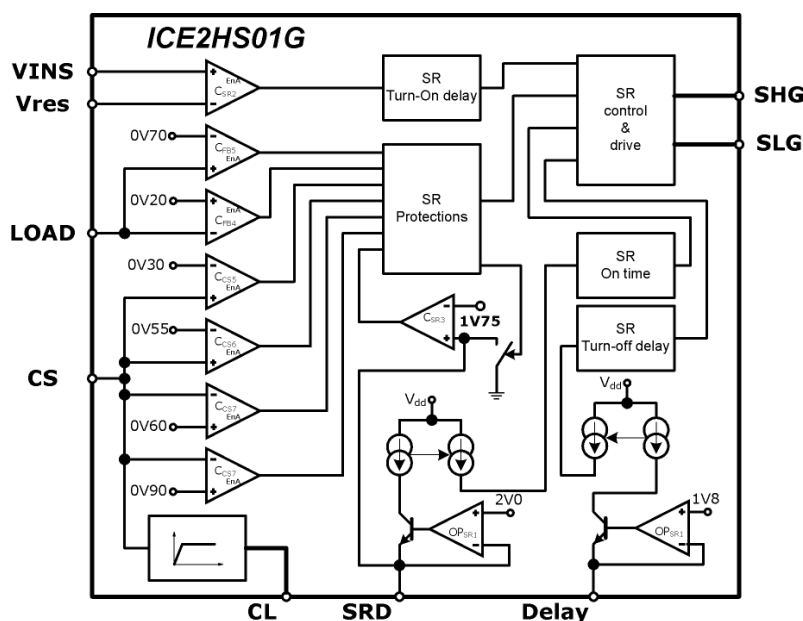

图12 同步整流控制框图
半桥 LLC 谐振转换器中的同步整流 (SR) 是实现极高效率的关键，这也是 ICE2HS01G 中集成的正在申请专利的方法的主要优势。ICE2HS01G 的同步整流控制主要由四个部分组成：导通时间控制、导通延迟、关断延迟和保护，框图如图 12 所示。